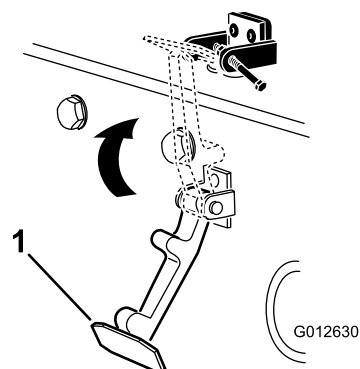

Figura 7
6. Prenda o trinco no suporte do trinco do capot (**Figura 7**).